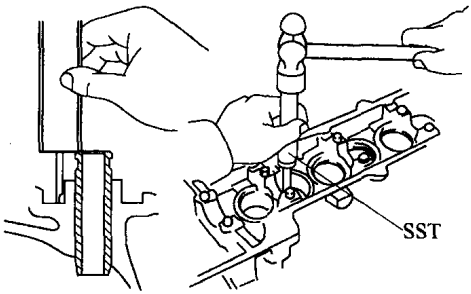

图 1-35 用特种维修工具和锤子
4) 使用特种维修工具和锤子，将新的气门导管敲入并使其凸出气缸盖一定的高度，如图 1-35 所示。